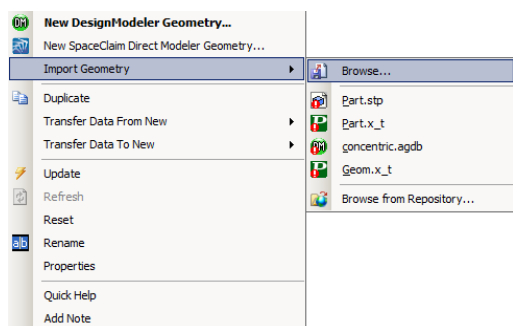

图 1-27 导入几何体
- 步骤 01** 在 A2 栏的 Geometry 上单击鼠标右键，在弹出的快捷菜单中选择 Import Geometry → Browse 命令，如图 1-27 所示，此时会弹出“打开”对话框。